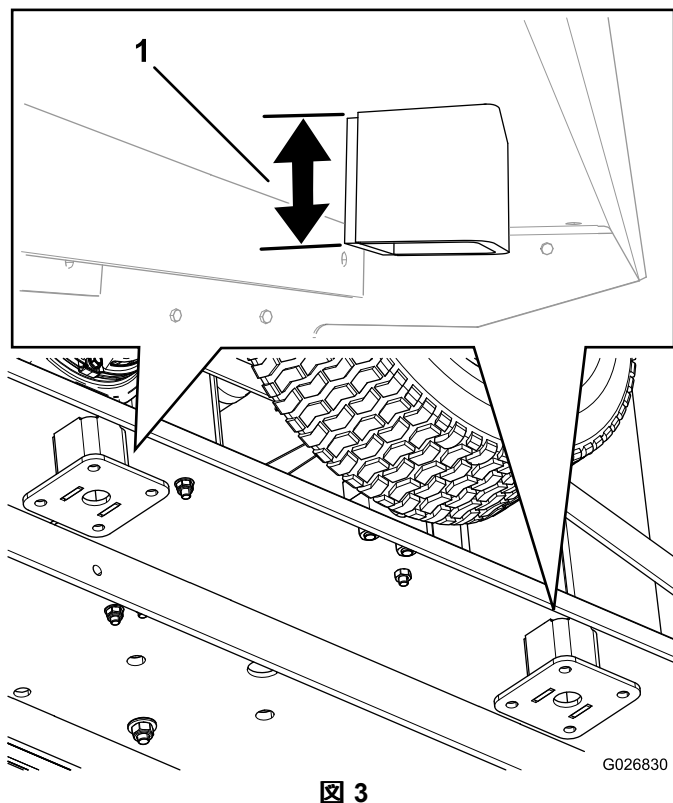

図 3
4. 既存のローラサポートを、フレームから 2.5 5.7 cm 切り取る 図 3。